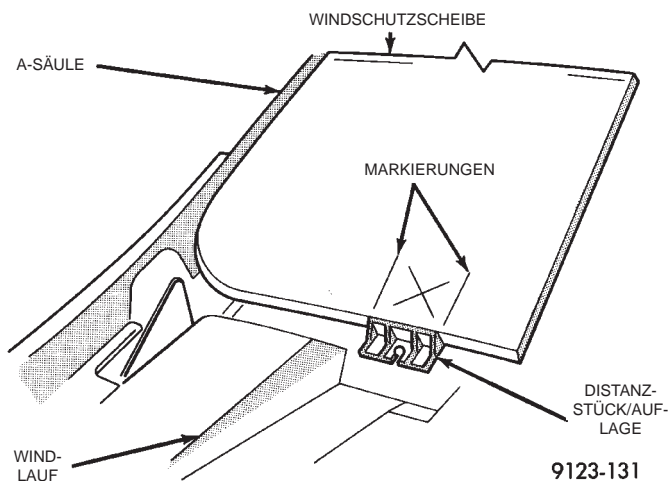

Abb. 3 Windschutzscheibe mittig aufsetzen und Markierungen an den Distanzstücken aufzeichnen
(1) Die Austausch-Windschutzscheibe in die Scheibenöffnung auf die Distanzstücke setzen. Sicherstellen, daß die neue Windschutzscheibe gleichmäßig seitlich, oben und unten auf der Auflagefläche aufliegt. Die Scheibe mit einem Fettstift oder Klebebandstreifen und Kugelschreiber als Referenz für den Einbau an den Stellen markieren, an der die Distanzstücke liegen. Dann die Austausch-Windschutzscheibe aus der Scheibenöffnung nehmen (Abb. 3).